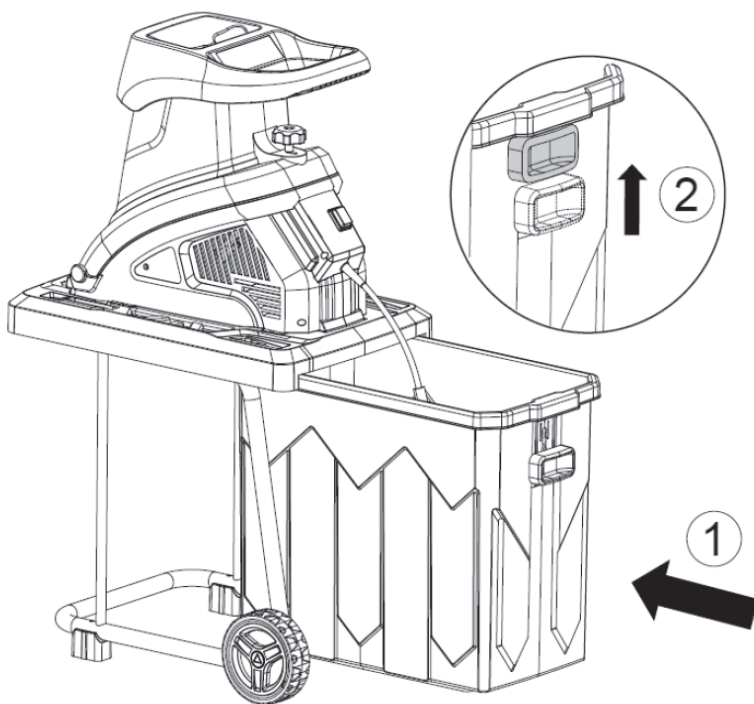

Рис. 7
5. Вставьте контейнер для сбора измельчённого материала в раму до упора (поз.1) и зафиксируйте его (поз.2) штатной защёлкой / фиксатором (Рис. 7).